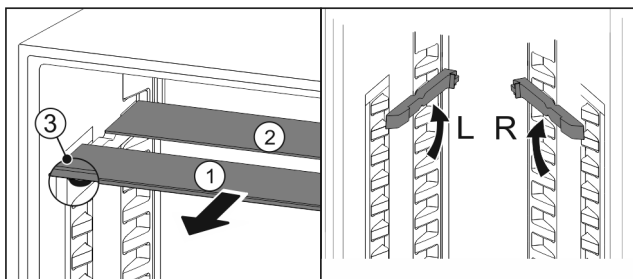

Fig. 19
- Skleněné desky jednotlivě vytáhněte dopředu Fig. 19 (1).
- ▷ Skleněná deska Fig. 19 (1) s ozdobnou lištou leží vpředu.
- ▷ Zarážky Fig. 19 (3) směřují dolů.